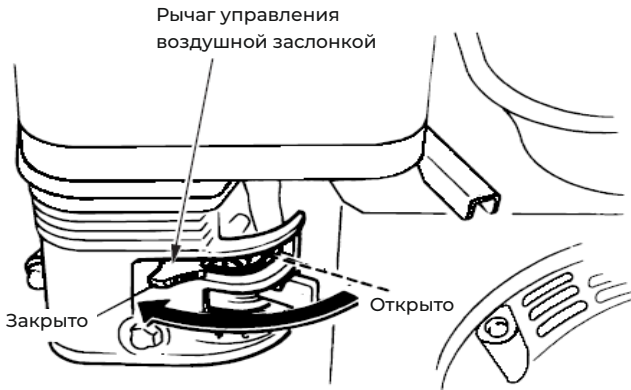

Рис. 13
2. Переведите рычаг управления воздушной заслонкой в положение закрыто (рис. 13);